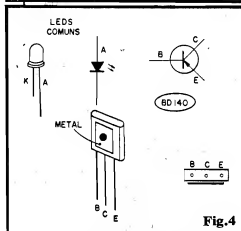

Fig. 4
- FIG. 4 - COMPONENTES - Para que o Hobbysta iniciante não se "atrapalhe", a figura detalha aparência, símbolo e pinagem do transistor BD140 e dos LEDs comuns (do qual são usadas 30 unidades, na montagem básica do PILEP...). Outras importantes informações "visuais" sobre os componentes (inclusive sobre os resistores e a leitura dos seus valores pelos respectivos código de cores...) o Leitor encontrará no encarte permanente de APE, seção TABELÃO, sempre nas primeiras páginas da Revista...